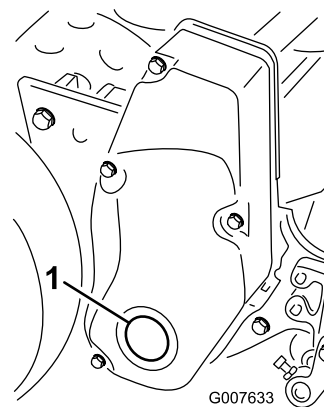

Рисунок 56
1. Снимите пробку с крышки правого привода барабана (Рисунок 56).